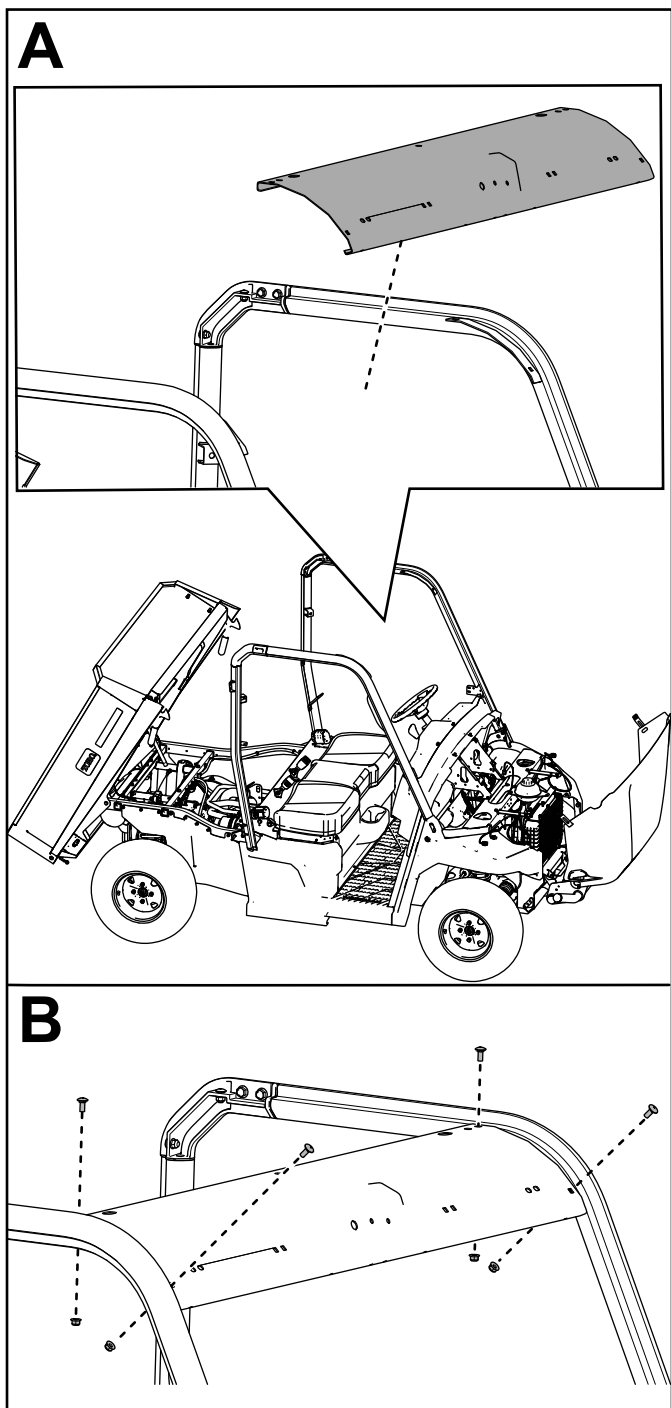

Figura 16
11. Fissate il collegamento trasversale anteriore ai gruppi barra rotazione anteriori utilizzando 4 bulloni a testa tonda ($\frac{5}{16}$ " x $\frac{3}{4}$ ") e 4 dadi di bloccaggio ($\frac{5}{16}$ "), come illustrato nella Figura 16.